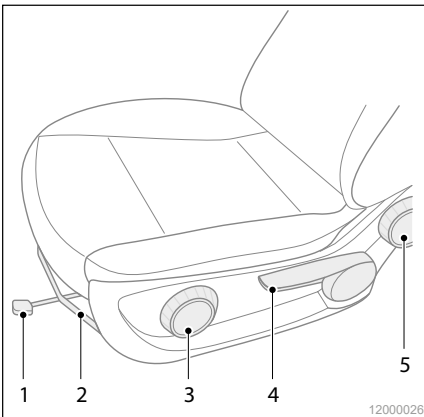

Abb. 4 Fahrersitz; Beifahrersitz spiegelbildlich
1. Entriegelungsbügel (Abb. 4/2) nach oben ziehen und halten.
3. Entriegelungsbügel (Abb. 4/2) loslassen, dadurch verriegelt die Sitzschiene in der gewünschten Position.
- ▶ Hebel (Abb. 4/4) nach unten drücken: Die Rückenlehne wird steiler gestellt.
- ▶ Hebel (Abb. 4/4) nach oben ziehen: Die Rückenlehne wird flacher gestellt.
- ▶ Rad (Abb. 4/3) nach vorne drehen: Der Sitz wird nach vorne geneigt.
- ▶ Rad (Abb. 4/3) nach hinten drehen: Der Sitz wird nach hinten angehoben.
- ▶ Die Höhe der Armlehne mit dem Rad (Abb. 4/5) einstellen.
1. Ziehen und halten Sie den Entriegelungshebel (Abb. 4/1). Drehen Sie den Sitz bei gehaltenem Hebel in die gewünschte Position.